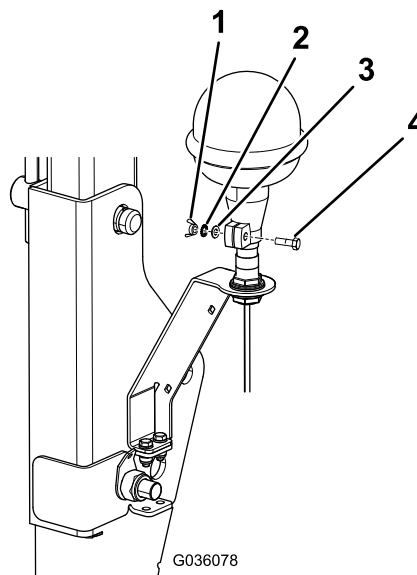

Figura 13
- Serrate il dado ad alette sul morsetto (Figura 13).